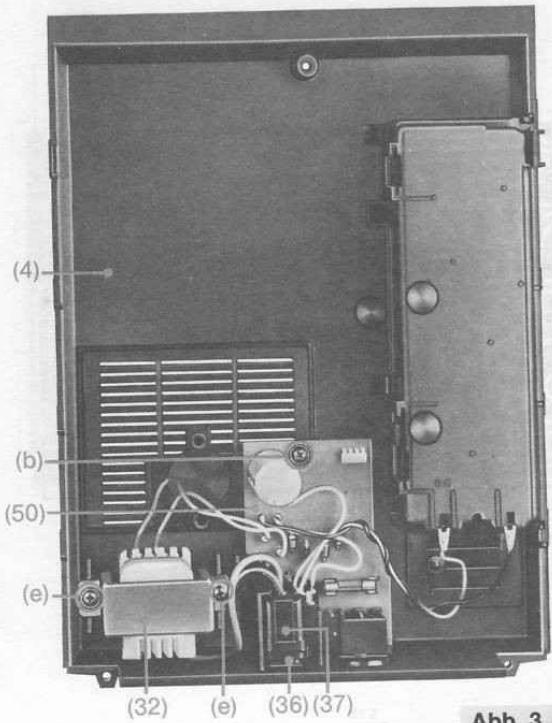

Abb. 3
## 2. Netzteilplatte (50) ausbauen [Abb. 3]
## 3. Trafo (32) ausbauen [Abb. 3]
- Netzanschlußbuchse (36) aus der Halterung nach oben herausziehen
- Abdeckung (37) abziehen